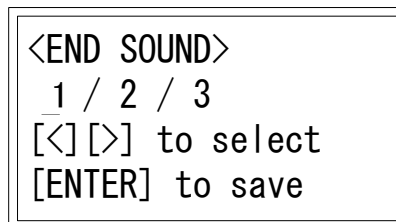

Figura 3-M: Schermata d'impostazione del suono di fine applicazione
3. Si visualizza la schermata d'impostazione del suono di fine applicazione (Figura 3-M).